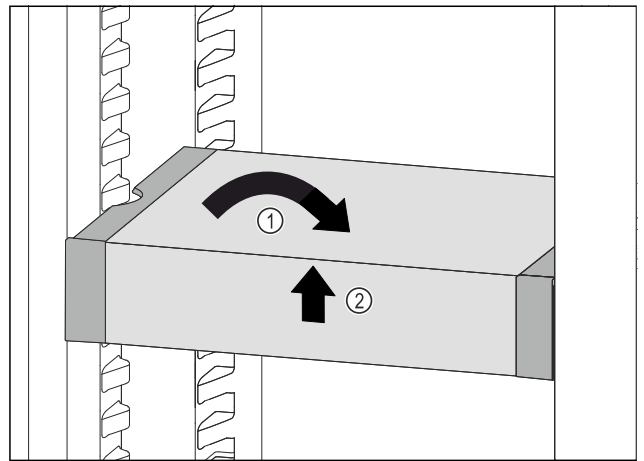

Fig. 94
- ▶ Изправете VarioSafe. Fig. 94 (1)
- ▶ Повдигнете VarioSafe отпред. Fig. 94 (2)